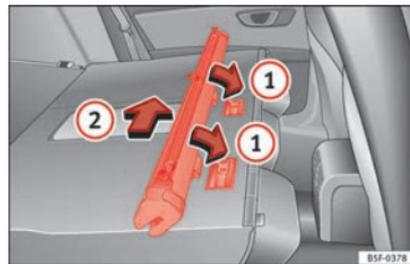

Abb. 169 Einbau der Netztrennwand an den Rücksitzlehnen
- Ordnen Sie die Schale des Netzes in der Unterseite der Stützschielen in Pfeilrichtung an »» **Abb. 169** ①.
- Drücken Sie die Schale nach links vom Fahrzeug in Pfeilrichtung »» **Abb. 169** ② und bis zum Anschlag.
- Ziehen Sie am Gehäuse des Netzes ca. 5 cm gegen die Pfeilrichtung »» **Abb. 169** ②.
- Nehmen Sie den Einsatz der Netztrennwand aus den Halteschielen, indem Sie entgegen der Pfeilrichtung »» **Abb. 169** ① ziehen.